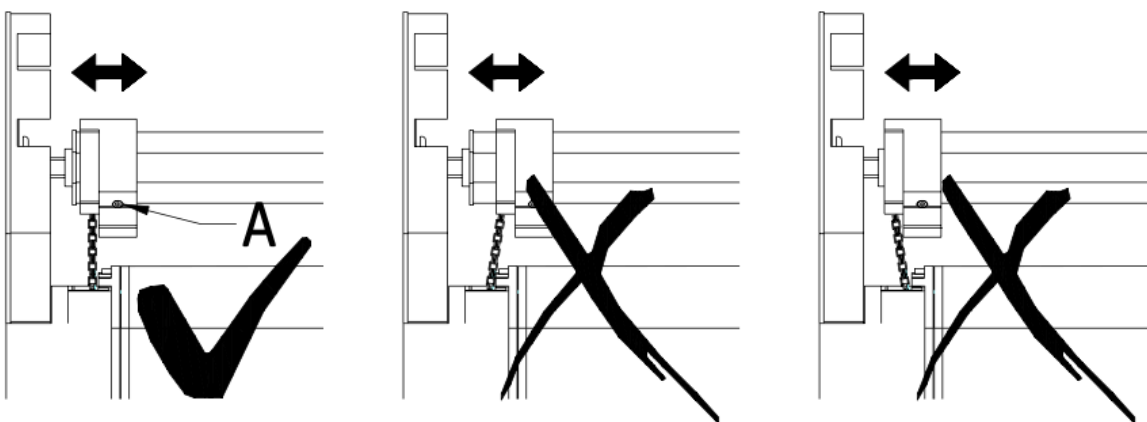

Fig. 18
- Ajuster la position du tablier de manière à le centrer correctement entre les chaînes d'orientation de façon à être parfaitement vertical (Fig.18)